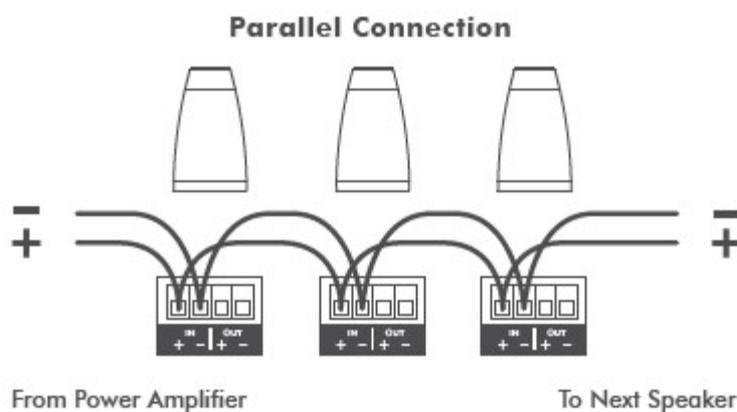

FIGURE 17: PARALLEL CONNECTION
14. При использовании нескольких колонок вы можете подключить колонки либо параллельно, либо в циклично, как показано (см. рис. 17 и 18).